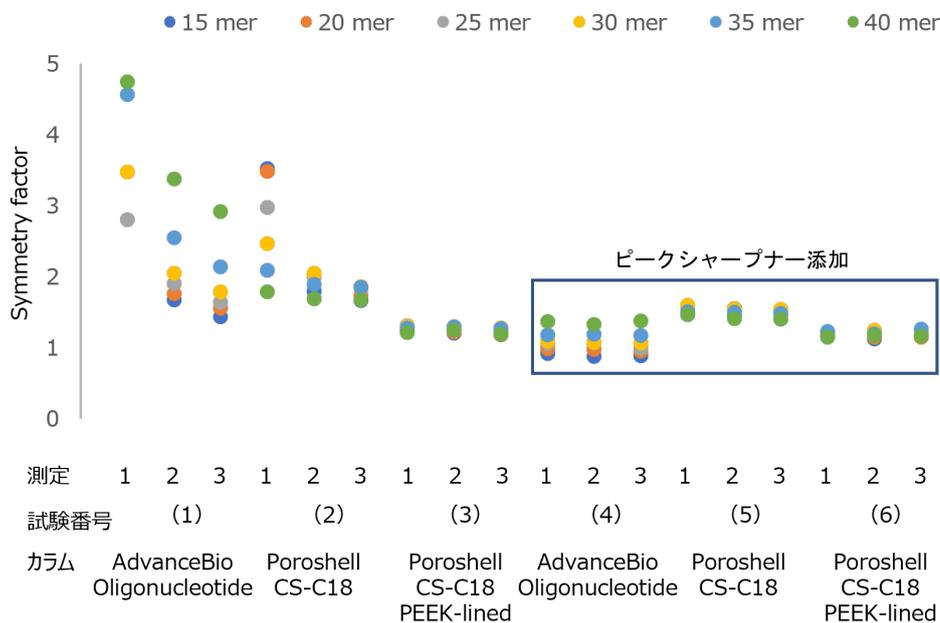

図 4. ピーク形状の比較 (試験番号 1-6)
試験番号 (1) - (6) の測定 1-3 でピーク形状を定量的に比較するために symmetry factor を計算しました (図 4)。この結果、SUS 製カラムの試験番号 (1) - (2) では顕著なテーリング傾向 (symmetry factor > 1.4-4.7) を示しますが、ピークシャープナー添加した試験番号 (4) - (5) では、実用レベルに改善しました (symmetry factor > 0.9-1.6)。メタルフリーカラムの Poroshell CS-C18 PEEK-lined は、良好な結果が得られました (symmetry factor > 1.1-1.3)。